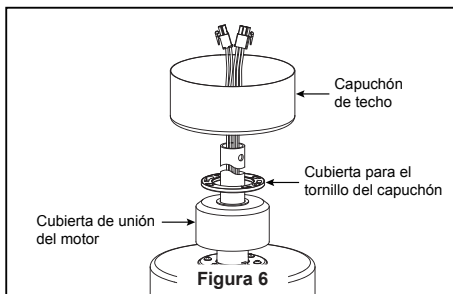

Figura 6
6. Pase los cables a través de la cubierta de unión del motor, la cubierta para el tornillo del capuchón y el capuchón de techo. (Figura 6)
6. Asegure el vidrio en la carcasa de interruptor girándolo en el sentido de las agujas del reloj. Gire el vidrio gradualmente **hasta que encaje en la carcasa de interruptor**. Sin apretar demasiado. (Figura 6)